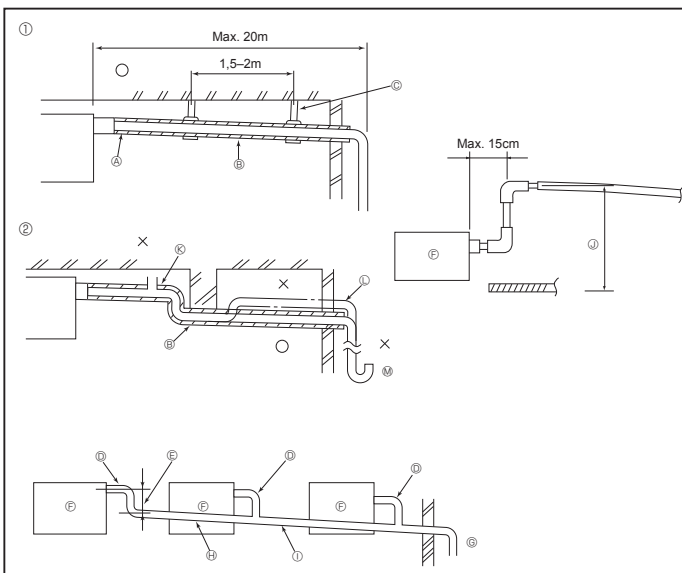

Fig. 3-1
3.1. Verrohrung der Dränage (Fig. 3-1)
- ① Richtige Verrohrung
- ② Falsche Verrohrung